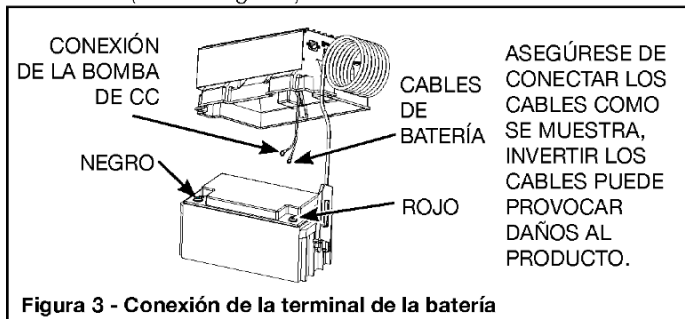

Figura 3 - Conexión de la terminal de la batería
2. Conecte los cables de la batería a la batería, el cable rojo a la conexión (+) de la batería, el cable negro a la conexión (-) de la batería. (Véase la Figura 3).